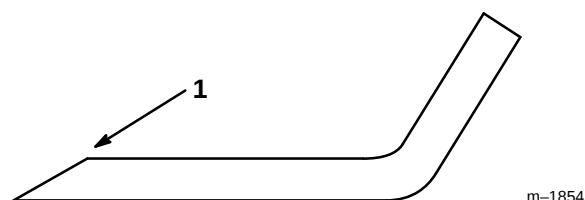

Abbildung 34
1. Die Schneidkante an beiden Enden des Schnitmessers mit einer Feile schärfen (Abb. 34). Den ursprünglichen Winkel beibehalten. Das Schnittemesser behält seine